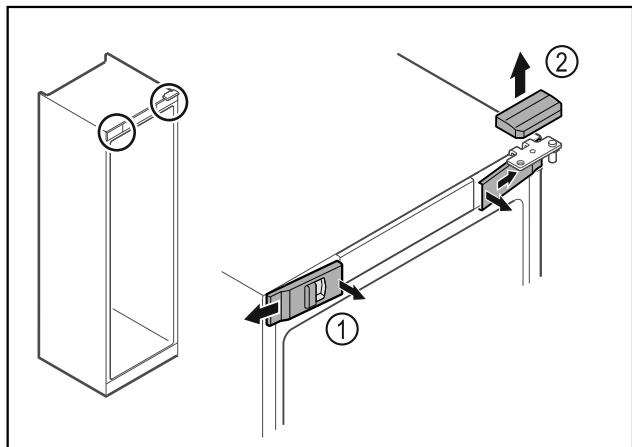

Fig. 17
- Spnite sprednje pokrove Fig. 17 (1) in jih odstranite proti strani.
- Zgornji pokrov Fig. 17 (2) snemite v smeri navzgor.